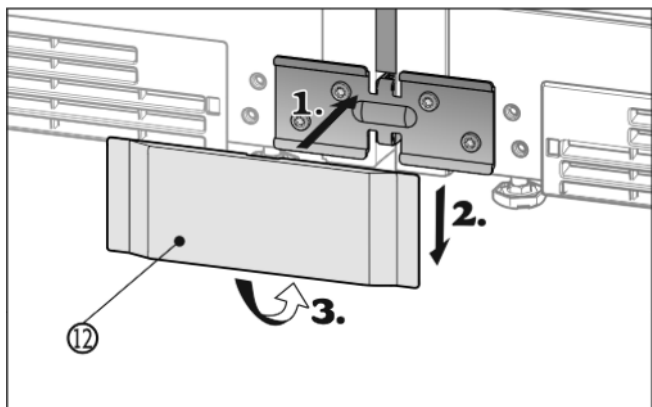

Fig. 16
- ▶ Dolní kryt Fig. 16 (12) nasadte zepředu na úhelník (1), zasuňte dolů (2) a dole zatlačte do západek (3).